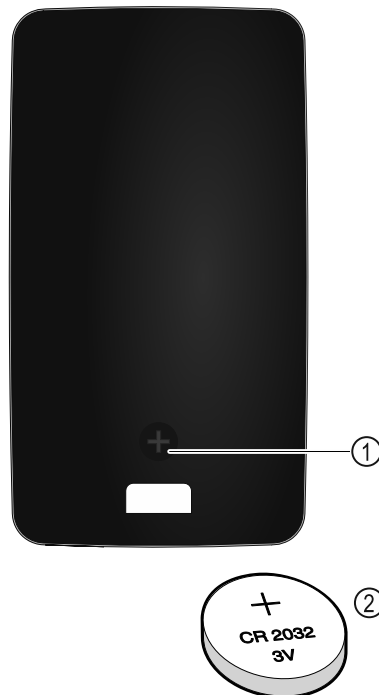

Fig. 229
El suministro eléctrico del mando a distancia se efectúa con una pila del tipo CR 2032 de 3 V Fig. 229 (2), a la venta en el comercio especializado.
- ▶ Desenroscar el tornillo Fig. 229 (1) de la parte trasera del mando a distancia.